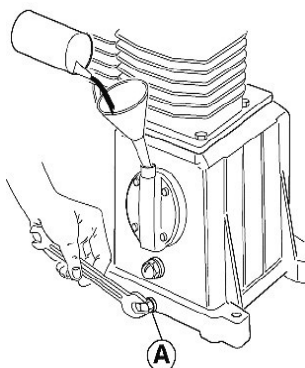

Fig. 12 : Olie verversen
Stap 1: Verwijder de olieulplug of peilstok, draai de aftapplug (A) los (Afb. 12) en vang de gebruikte olie op in een geschikte container.